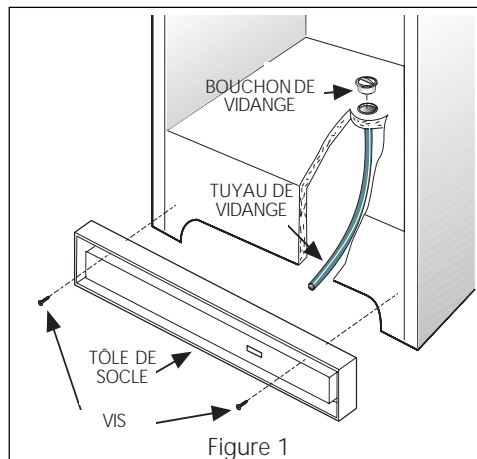

Figure 1
- **Sur les modèles verticaux** avec système de vidange de l'eau de dégivrage (Figure 1), enlever le bouchon de vidange au fond du congélateur en le tirant directement. Pour accéder au tuyau de vidange extérieur sur les modèles munis d'un panneau inférieur, vous devez au préalable retirer ce panneau inférieur fixé au congélateur par deux vis. Le tuyau de vidange est situé près du centre gauche sous le congélateur. Placez un récipient creux sous le tuyau de vidange. L'eau du dégivrage va s'y écouler. Vérifiez de temps à autre que l'eau ne déborde pas. Un demi-pouce adaptateur de tuyau de jardin peut être utilisé pour vidanger le congélateur directement dans un égout. Si votre modèle n'est pas équipé avec un adaptateur, celui peut être acheté à la plupart des magasins de matériel. Remettez le bouchon en place lorsque le dégivrage et le nettoyage sont terminés. Si le bouchon de vidange est resté ouvert, de l'air chaud peut entrer dans le congélateur.